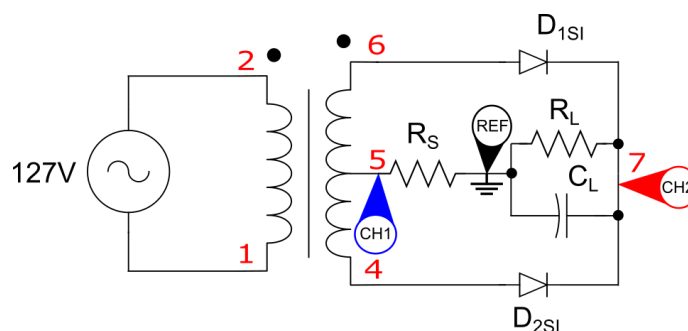
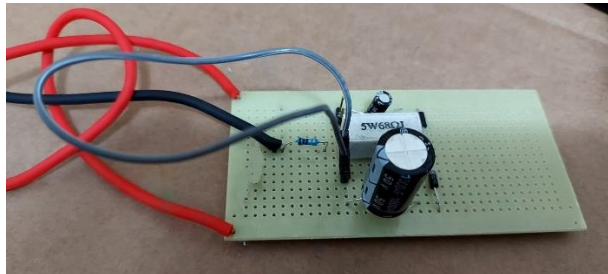

Figura 7: Circuito 2 - retificador de onda completa com filtro.
Figura 8: Circuito 2 – usando placa perfurada e jumper.
- 5.1. Use os jumpers da placa ou a montagem que projetou para realizar o circuito da Figura 7. Use o Resistor de $R_S=1\Omega$ e $C_L=1000\mu F$. Veja o exemplo com o jumper na Figura 8.
- 5.2. Conecte os canais CH1 e CH2 do osciloscópio para medir a tensão em R_S e a tensão na carga RC (veja a Figura 7).